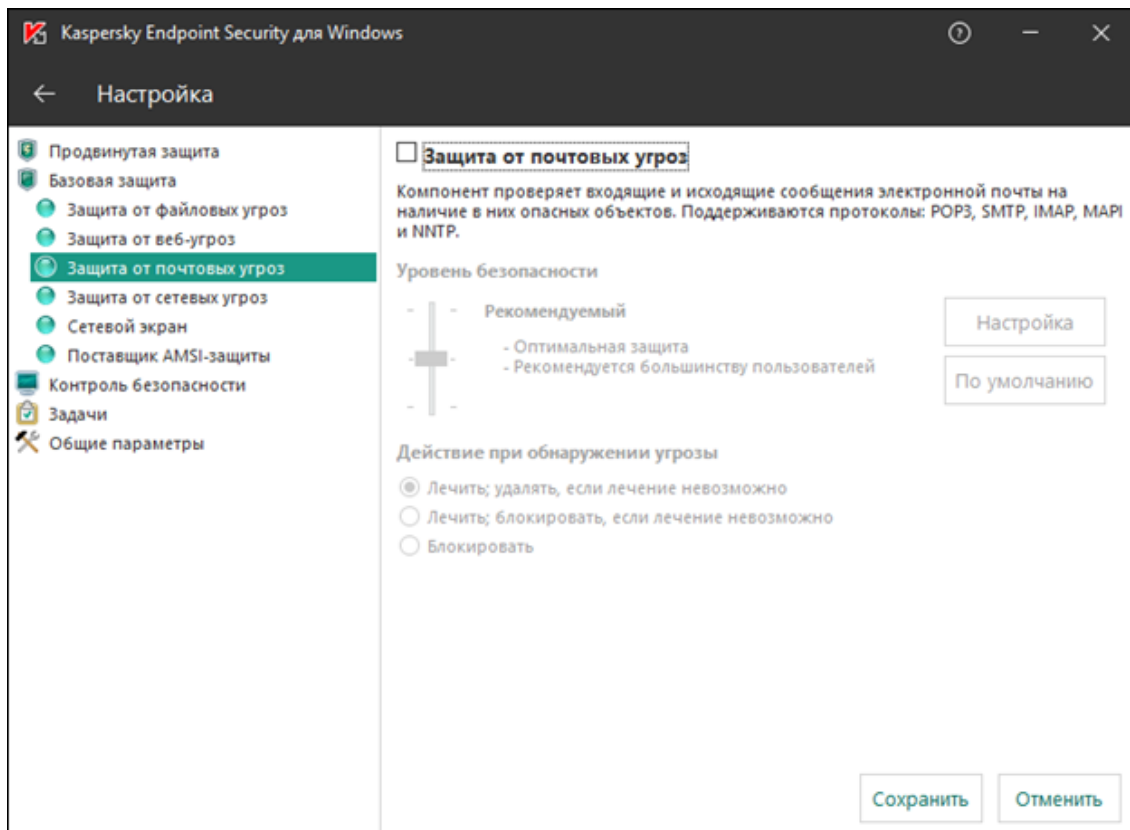

Рисунок 470 - Защита от почтовых угроз
- d. Отключите **Защита от почтовых угроз**, если технологии электронной почты в системе не используются (Рисунок 470).